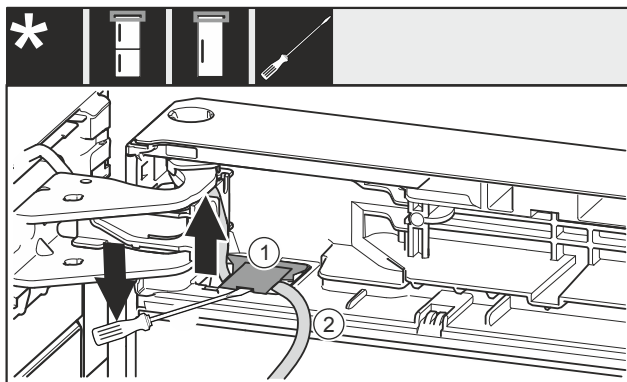

Fig. 10
- ▶ Emelje meg a fedelet lapos csavarhúzóval Fig. 10 (1), és húzza ki.
- ▶ Húzza ki a kábelt Fig. 10 (2).